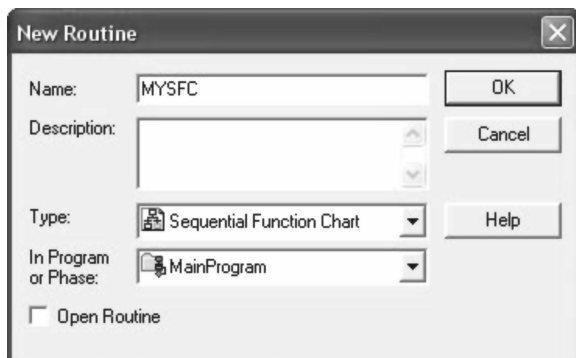

图 14-3 新建例程对话框
5. 按照以下内容将该项填写完整。确认已选择“顺序功能图”（Sequential Function Chart）作为例程类型，然后单击“确定”（OK），如图 14-3 所示。